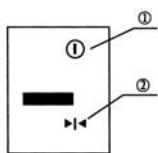

Figura 6
- Cuando el detector muestra como se ilustra en la figura 6, se encuentra en la posición correcta.